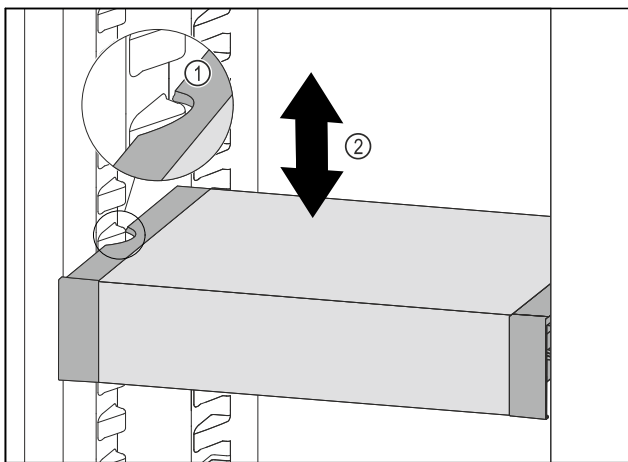

Fig. 81
- ▶ VarioSafe nach vorne ziehen, bis sich die seitlichen Aussparungen des VarioSafes auf Höhe der Behälterrippe im Kühlteil befinden. Fig. 81 (1)
- ▶ VarioSafe im Kühlteil nach oben oder unten bewegen, bis gewünschte Höhe erreicht ist. Fig. 81 (2)